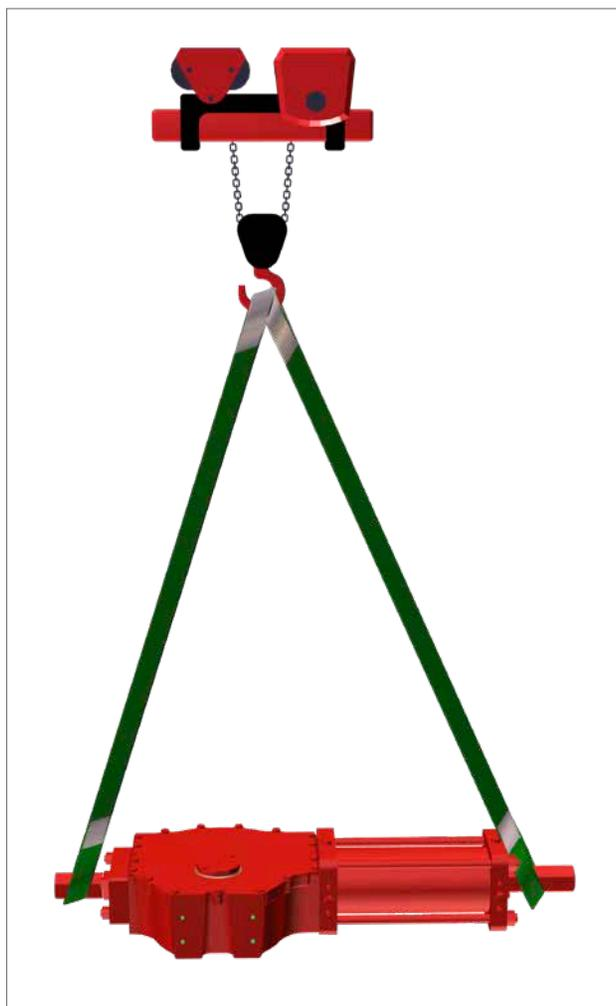

Fig 7.2 Levage (actionneur à double effet jusqu'à la taille 161)
- Dans le cas d'un actionneur à double effet, accrochez une élingue à double textile sur l'anneau de levage du vérin hydraulique et une élingue textile sur la bride du carter principal, comme illustré à la figure 7.2.